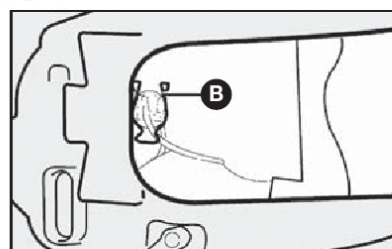

fig. 17
3) retirar o porta-lâmpada pressionando as presilhas **B**-fig. 17 abrindo-as lateralmente.